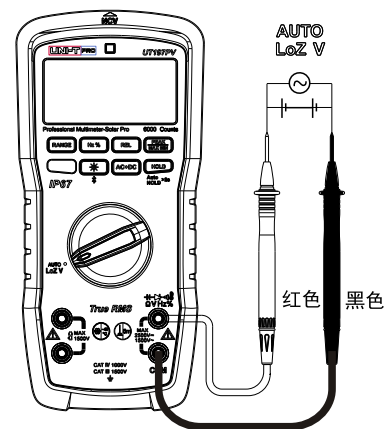

图4
1. 自动交直流电压 (Auto-V LoZ) 测量 (见图4)